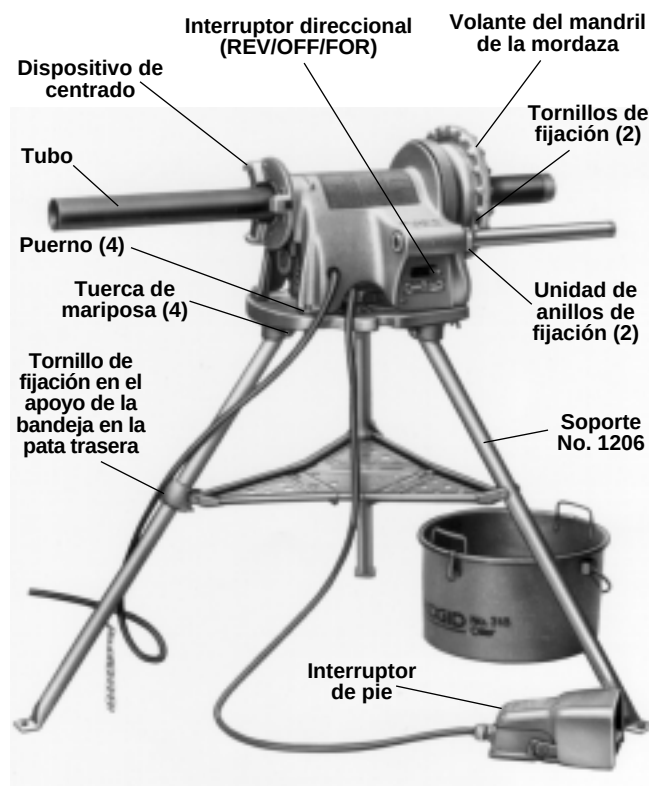

Figura 3 – Accionamiento Autopropulsado No. 300 montado sobre el Soporte No. 1206 junto a la Aceitera No. 418
- Ubique el tornillo de fijación en el apoyo de la bandeja en la pata trasera (*Figura 3*).
2. Monte el Accionamiento Autopropulsado en el soporte empleando los pernos y las tuercas de mariposa (*Figura 3*).
1. Asegure que el Accionamiento Autopropulsado esté desenchufado y que su interruptor direccional se encuentra en la posición de OFF (apagado) (Figura 3).
4. Asegure que el interruptor de pie esté presente y acoplado a la Roscadora (Figura 3).
4. Si la pieza de trabajo se extiende más allá de cuatro (4) pies del Accionamiento Autopropulsado, use uno o más soportes para tubos. Así se evita un volcamiento y la oscilación del tubo.
5. Si la pieza de trabajo se extiende más allá de Accionamiento Autopropulsado, rodee la zona de trabajo con barreras para dejar un mínimo de tres (3) pies de espacio libre alrededor del Accionamiento Autopropulsado y la pieza de trabajo. Esta "zona de seguridad" impedirá que otros se acerquen a la máquina y a la pieza de trabajo. De lo contrario, personas pueden volcar la máquina o quedar enganchadas en sus partes móviles.
6. Si se hace necesario, llene la Aceitera No. 418 con Aceite para Roscar RIDGID. Colóquela debajo de la parte delantera del Accionamiento Autopropulsado (Figura 3).